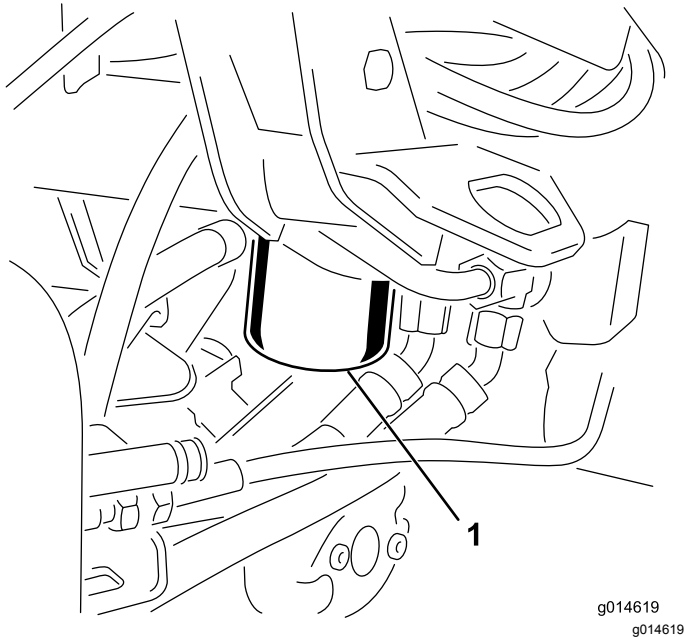

Bild 39
1. Reinigen Sie den Anbaubereich des Filters (Bild 39). Stellen Sie eine Auffangwanne unter den Filter und entfernen den Filter.